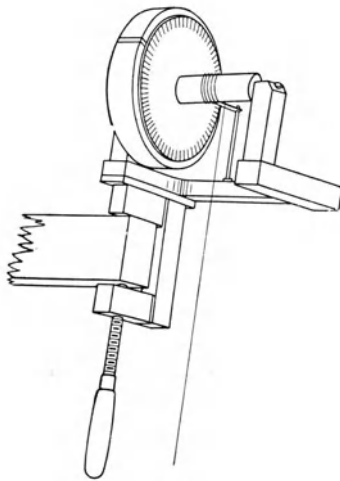

Fig. 83.
**Anleitung.** a) Mache die Schnur so lang, daß sie in dem Augenblick abfällt, wo das Gewicht den Boden berührt (Fig. 83). Befestige das eine Ende der Schnur mit einer losen Schleife am Stift der Achse und hänge an das andere Ende eine Masse von  $\sim 100$  gr.